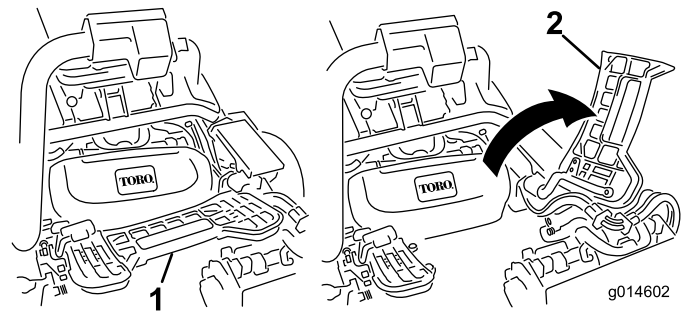

图 35
2. 提起脚踏板并翻开，以便接触到中间滚刀组位置（图 35）。